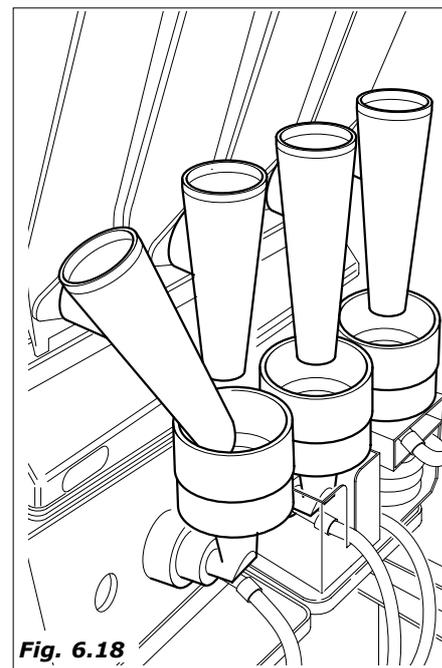

Fig. 6.18
- al completar la carga de agua, realizar un lavado de todas las batidoras para limpiar todos los conductos y eliminar eventuales residuos en la caldera (Fig.6.18).